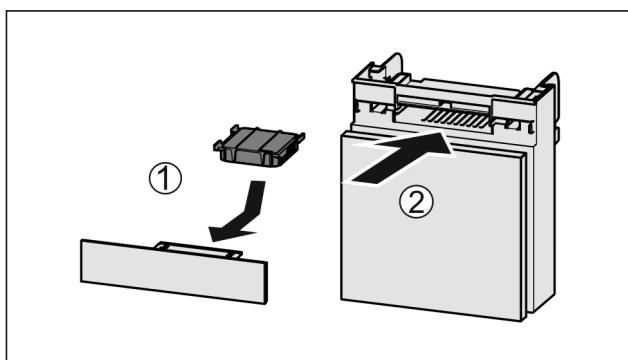

Fig. 102
- Aktivkohlefilter nach Abbildung einsetzen Fig. 102 (1).
- Fach einschieben Fig. 102 (2).